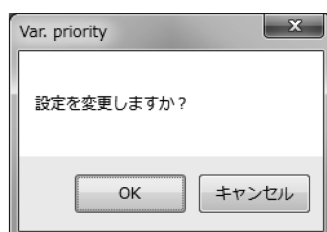

図74
- ③ LCDの「Font」の設定が「Double Angle」なら1から順に2項目ずつ、「Normal」なら3項目ずつ1画面に表示されるので、優先的に見たいものを早い番号にします。0を設定するとその項目は非表示になります。また、番号が重複していたり、途中の番号が抜けていたりすると入力エラーとなり設定できません。
- ④ 全ての設定が完了し、「OK」ボタンをクリックすると、メッセージボックス(図74)が表示されます。